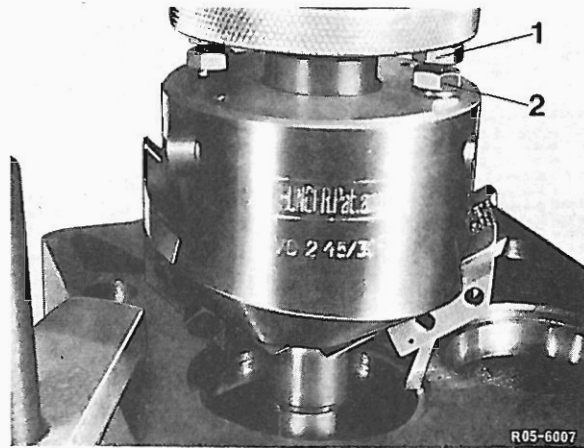

Bild 4
5 Kupplungsmutter (2, Bild 4) lösen, das Drehwerkzeug über den Piloten schieben und durch Drehen an der Schraube (1) die Schnellverstellung so bewegen, daß der Drehstahl auf der Mitte des Ventilsitzes aufliegt.